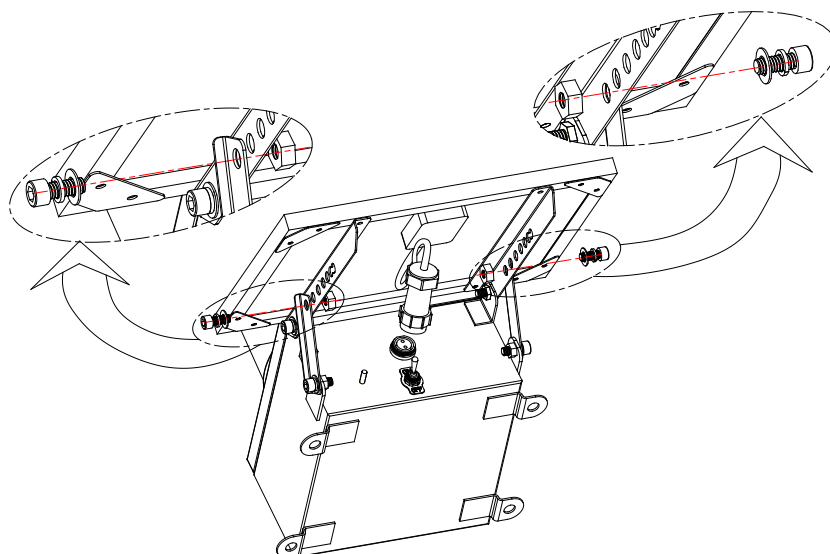

图 3
- b. 用两套 M8 的内六角螺钉组合件（螺钉、弹垫、平垫）和 M8 的螺母把太阳能电池板和角度调节支架连接在一起；如图 3 所示；